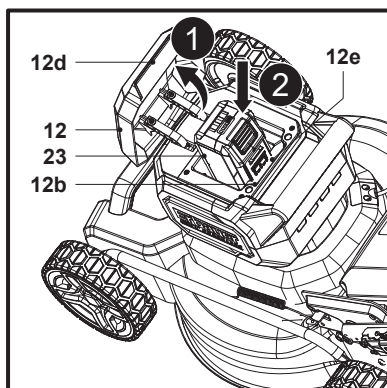

Fig. 7
1. Maintenir la languette (12d) et ouvrir le couvercle du compartiment de la batterie (12) (Fig. 7, étape 1).
2. Aligner la batterie (23) sur les glissières (12b) du compartiment de la batterie (12e) et faire glisser la batterie (23) pour la fixer (Fig. 7, étape 2).